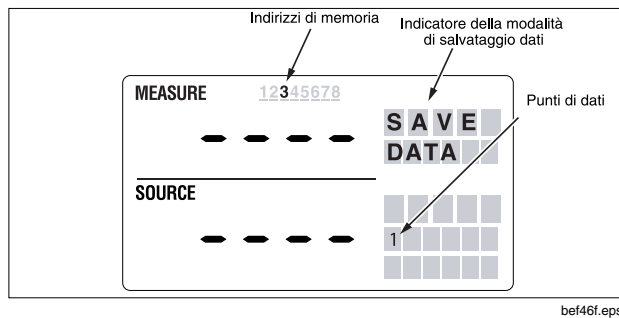

Figura 19. Menu SAVE DATA: misura memorizzata all'indirizzo 3, punto 1
Per memorizzare i dati di misura, fare riferimento alla Figura 19 e procedere come segue.
6. Premere  per memorizzare il dato e tornare alla modalità di misura. La Figura 19 illustra una lettura memorizzata all'indirizzo 3, punto dati 1.